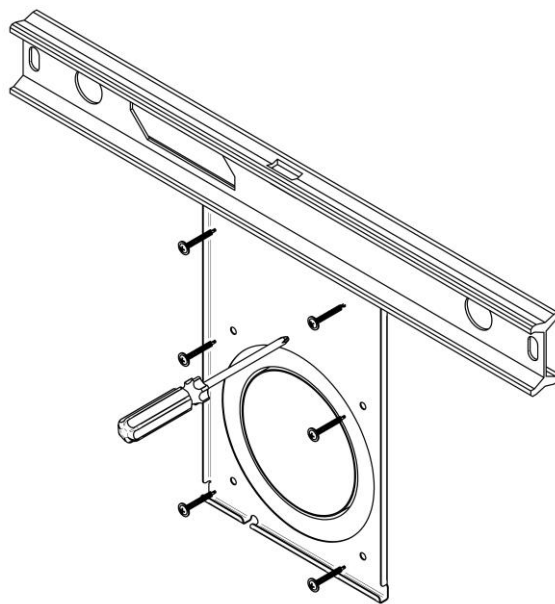

Рис. 20
9. Поместите монтажную пластину на стену, совместите отверстие в пластине с гильзой, выровняйте горизонтально с помощью строительного уровня и закрепите крепежом (см. Рис. 20).